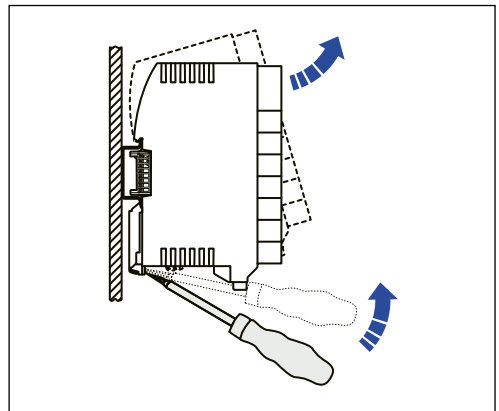

Abb. 9: Lösen des Anschlussmoduls vom Tragschienen-Busverbinder
2. Führen Sie einen Schraubendreher durch die Lasche des Anschlussmoduls (Abb. 9).